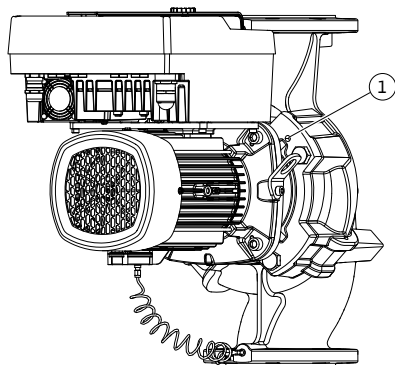

Fig. 10: Expulsión del juego de introducción mediante los taladros roscados
5. Expulse el juego de introducción (véase la Fig. 4) de la carcasa de la bomba. En función del modelo de bomba (véase Fig. I... Fig. IV), hay 2 opciones distintas. En el caso del tipo de bomba (Fig. III y Fig. IV), suelte los tornillos (Pos. 29). Use los 2 taladros roscados situados al lado (Fig. 10, Pos. 1) y utilice los tornillos (p. ej. M10 x 25 mm) propuestos a cargo del propietario. En el caso del modelo de bomba (Fig. I y Fig. II), use los 2 taladros roscados M10 (Fig. 104). Utilice los tornillos propuestos a cargo del propietario (p. ej. M10 x 20 mm). Para su expulsión se pueden usar adicionalmente las ranuras (Fig. 104, Pos. 2).